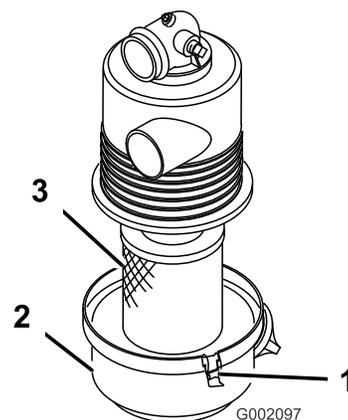

Figura 12
1. Verifique se existe algum dano no corpo do filtro de ar que possa provocar uma fuga de ar. Certifique-se de que a cobertura do filtro de ar se encontra corretamente colocada no respetivo corpo (Figura 12).
2. Liberte os trincos que fixam a cobertura do filtro de ar à respetiva caixa (Figura 12).
3. Separe a cobertura do filtro de ar da caixa e limpe o interior da cobertura (Figura 12).
3. Insira o elemento do filtro de ar na caixa do filtro (Figura 12).
4. Alinhe a cobertura do filtro do ar com a caixa (Figura 12).
5. Prenda a cobertura à caixa com as patilhas (Figura 12).